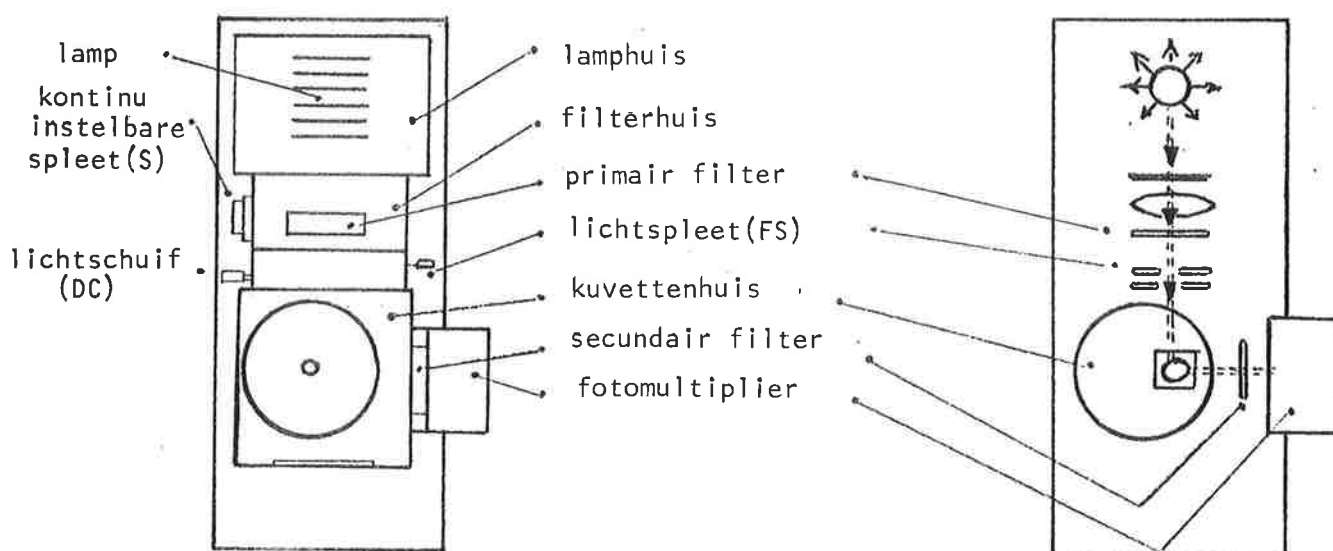

Fig. 2
a) Optisch gedeelte. De stralengang van het licht in het optische gedeelte van de opstelling (zie Fig. 2) is als volgt. Het licht wordt uitgezonden door een kwiklamp en valt via een continu instelbare spleet en een condensorlens op een filter; op deze wijze wordt licht verkregen met een maximale intensiteit bij 365 nm. Dit filter laat geen licht door met golflengte groter dan 420 nm. De intree-opening van het kuvettenhuis kan worden afgesloten met een schuif (DC) en is voorzien van een lichtspleet (FS) die trapsgewijze kan worden gevarieerd. De lichtspleet (FS) wordt in deze opstelling altijd maximaal open gezet evenals de lichtschuif. In het kuvettenhuis bevindt zich een metalen doorstroom-kuvettenhouder recht tegenover de intree-opening. Deze doorstroom-kuvettenhouder bevat een kwarts doorstroomcel (LKB quartz measuring flow cell 4711B-5) een intree-opening en, loodrecht op de intredende stralenbindel, een uittree-opening. Het licht van 365 nm valt via de intree-opening op de vloeistof in de doorstroomcel en brengt de fluoresceerbare stof tot fluorescentie. Fluorescentielicht en strooilicht komen nu uit de uittree-opening en vallen op een tweede filter dat ál het licht met golflengten kleiner dan 450 nm tegenhoudt. Het doorgelaten licht wordt door de achter het filter gelegen fotomultiplier omgezet in een elektrische spanning.
Met knop 1 wordt de wijzer op nul gezet tijdens het voorspoelen van het systeem. Bij het instellen van de versterking wordt met behulp van de variabele spleet (Fig.2) en de spanning over de fotomultiplier, dus met knop 3, de wijzer BINNEN DE SCHAAL gehouden.